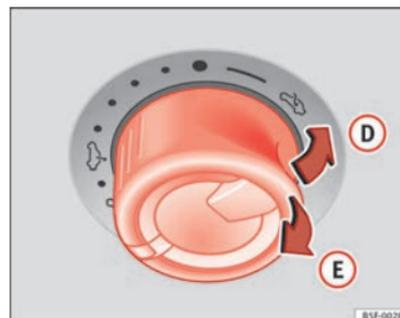

Abb. 63 An der Innenseite des Formhimmels: Schalter drücken und ziehen zum Ausstellen und Schließen des Dachs.
⇒ Abb. 63
- Innerhalb von etwa 5 Sekunden nach dem Auslösen der Kraftbegrenzung den Schalter hinten so lange ziehen \Rightarrow Abb. 63 (Pfeil ③), bis das Panorama-Schiebedach vollständig geschlossen ist.